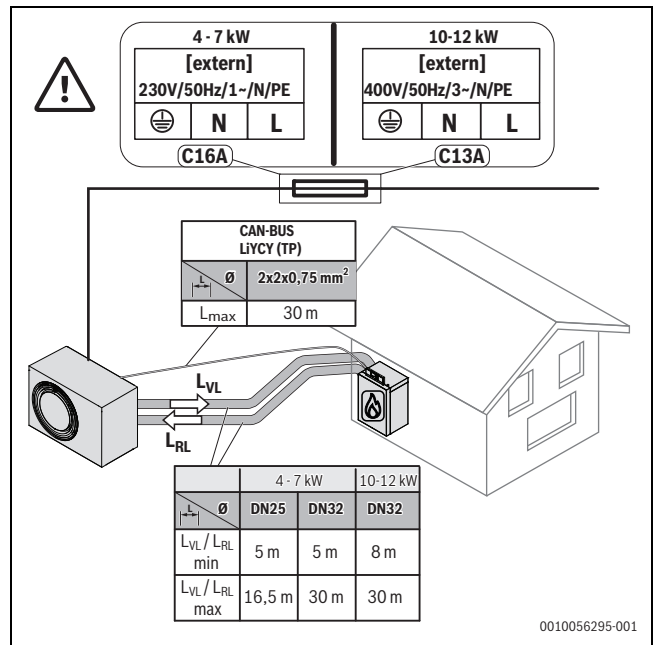

Bild 49 Rohrlänge und -abmessungen
- ▶ Abmessungen der Rohre entsprechend den Anweisungen in Bild 49 prüfen.
Wenn der Mindestabstand zwischen Heizgerät und Außeneinheit kürzer ist als die festgelegte Rohrlänge (→ Bild 49 "Rohrlänge und -abmessungen"), verfügt das Produkt möglicherweise nicht über genügend Energie für die Abtaugung.